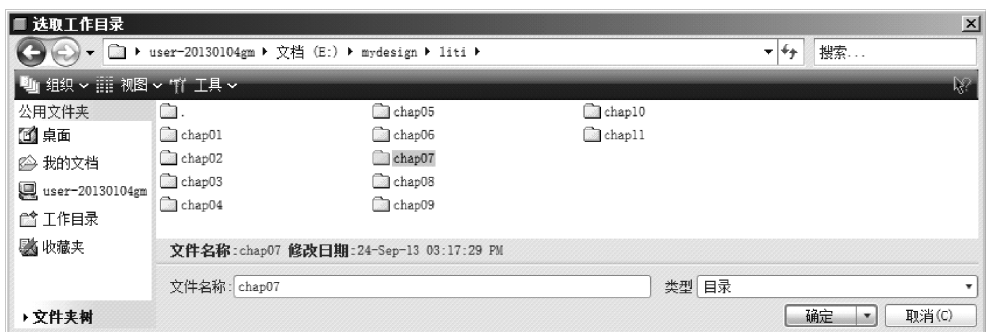

图 2-15 【选取工作目录】对话框
(1) 选择菜单栏中的【文件】|【设置工作目录】选项，弹出如图 2-15 所示的【选取工作